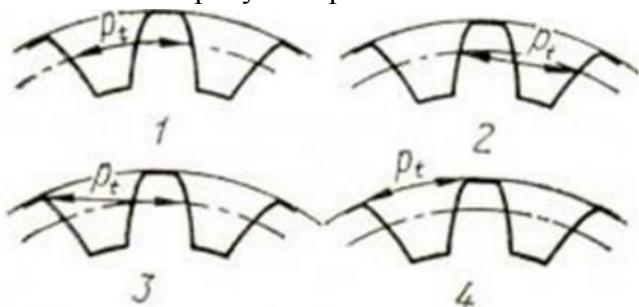

Рис. 1
3.05. На каком рисунке правильно показан шаг зацепления (рис. 1)?